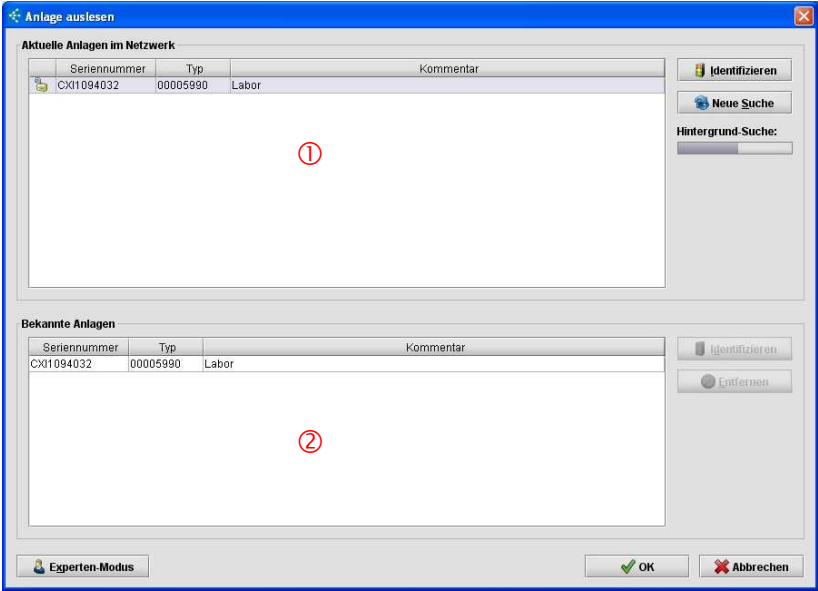
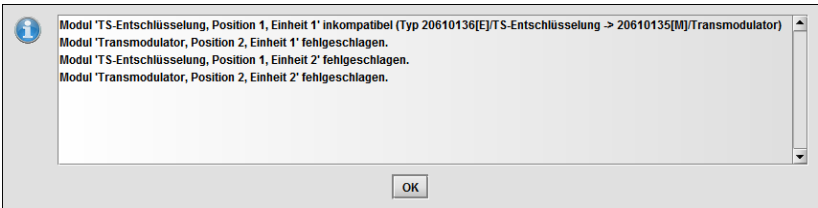

Abb. 7-4: Fenster **Anlage auslesen**
Abb. 7-5: Modul-Informationen nach dem Senden der gegenwärtigen Konfiguration zu einer Online-Anlage
- ① Öffnet das Fenster **Anlage auslesen** (Abb. 7-4, S. 22).
Der Doppelklick auf eine aktuell gefundene Anlage in der Liste ① (Abb. 7-4) oder eine bekannte Anlage in der Liste ② liest die Konfiguration der Online-Anlage aus¹⁾ und zeigt ihre Komponenten auf der Benutzeroberfläche grafisch an. Die Konfiguration der Komponenten kann nun bearbeitet werden.
- ② Öffnet das Fenster **Anlage senden** (Abb. 7-4). Der Menüpunkt ist nur verfügbar, wenn zuvor eine Konfigurations-Datei geöffnet oder eine neue Konfiguration erstellt wurde.
Der Doppelklick auf eine aktuell gefundene Anlage in Liste ① (Abb. 7-4) oder eine bekannte Anlage in Liste ② sendet die gegenwärtige Konfiguration zu dieser (Online-) Anlage¹⁾. Es werden nur die Modul-Daten gesendet, welche mit der Anlage übereinstimmen. Anschließend erscheint ein Dialog mit folgenden Modul-Informationen (Abb. 7-5, S. 22):
- ③ **Grundeinheit erstellen**: Erstellt die Grundeinheit (Master), wenn keine Konfiguration geöffnet ist.
- ④ Liste mit zuletzt ausgelesenen Online-Anlagen.
¹⁾ Alternative Bedienung: Anlage in Liste ① oder ② (Abb. 7-4) markieren und Vorgang mit OK starten.